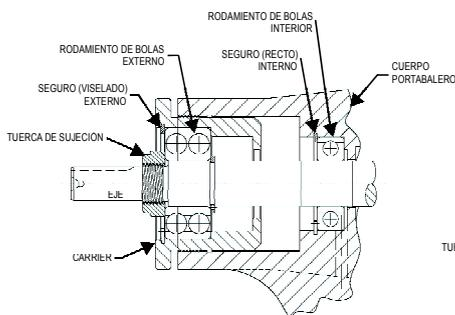

Figura 1. EI-GG, EI-HJ, EI-HL
- 4.- Inserte una barra de latón ó un pedazo de madera en la abertura de los puertos y entre los dientes del rotor para evitar que el eje dé vueltas. Gire la tuerca de sujecion en sentido contrario a las manecillas del reloj y retírela. Consulte la figura 1 ó 2.